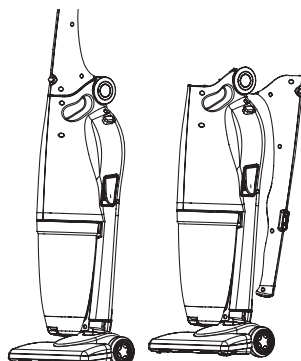

Рис. 2
Для регулировки положения ручки пылесоса нажмите кнопку фиксации (8) и приведите ручку в удобное положение (Рис. 2).